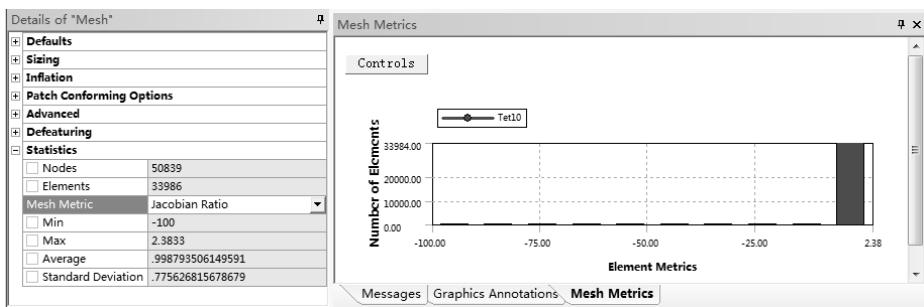

图 3-61 Jacobian Ratio (雅克比比率) 图表
(3) Jacobian Ratio (雅克比比率) 在【Mesh Metric】下拉列表中选择【Jacobian Ratio】，在信息栏中出现【Mesh Metrics】窗口，显示网格质量划分图表，如图 3-61 所示。图中横坐标显示高雅克比比率，网格质量由坏到好，纵坐标显示的是网格数量，网格数量与矩形条的高度成正比。